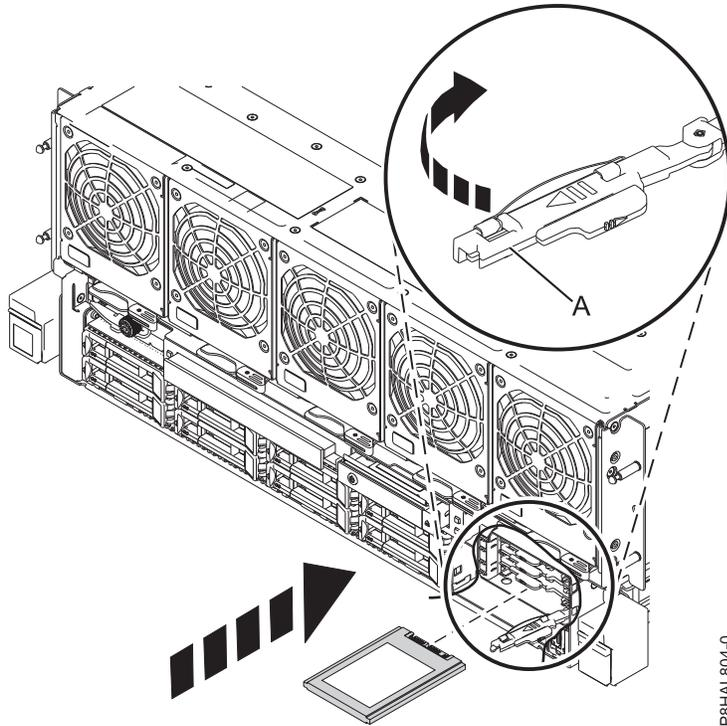

Figura 25. Substituir uma unidade SSD num sistema de 8408-44E ou 8408-E8E
12. Com a pega do compartimento de unidade de SSD (A) na posição desbloqueada, puxe a alavanca para fora para ter acesso às calhas na ranhura de SSD. Apoie a parte inferior da SSD à medida que a alinha com as calhas na ranhura de SSD.
16. Bloqueie a unidade ao rodar a pega do compartimento (A) na direcção demonstrada em Figura 25 na página 39.